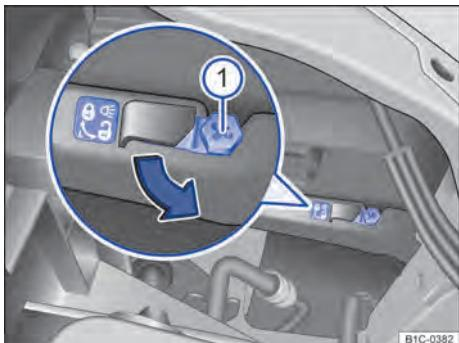

Fig. 174 No compartimento do motor: alavanca de destravamento do farol dianteiro esquerdo.
3. Destrarar a carcaça do farol. Para isso, enfiar a chave de fenda Phillips ⇒ Página 278 na alavanca de destravamento ⇒ Fig. 174 ①.
4. Girar a chave de fenda em aproximadamente 50° no sentido ↗ ⇒ Fig. 174 (seta), até que ressoe um ruído de “clique” (no farol esquerdo, no sentido anti-horário, no farol direito, no sentido horário).